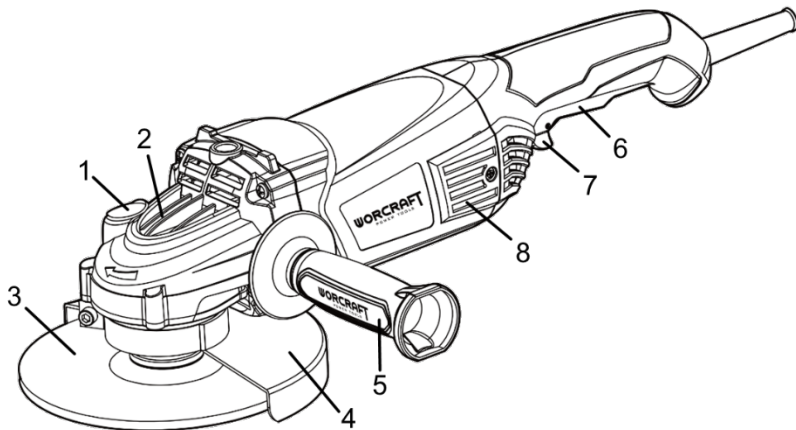
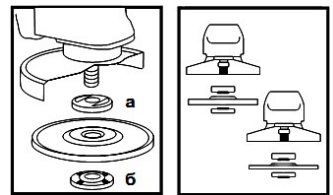

Рисунок 1
Рисунок 2
4.2 Міцно встановіть передню рукоятку (5, рисунок 1) у відповідний різьбовий отвір.
4.3 Встановіть захисний кожух (4, рисунок 1) у потрібне положення, залежно від виду роботи та диска, що використовується.
4.4 Встановіть на виріб шліфувальний або відрізний диск. Для цього натисніть на кнопку блокування шпинделя (1, рисунок 1) і проверніть його до такого положення, при якому він заблокується. За допомогою фланцевого ключа з комплекту постачання, відверніть і зніміть затисну гайку (6, рисунок 2). Встановіть шліфувальний диск на посадкове місце фланцевої шайби (а, рисунок 2), наживіть рукою затисну гайку на шпиндель і затягніть її ключем з комплекту постачання. Відпустіть кнопку блокування шпинделя і переконайтеся в тому, що вона вивільнена, шляхом дво- або триразового натискання. Проверніть диск і впевніться, що шпиндель розблокований. При встановленні диска з утопленим центром завжди розміщуйте його випуклою стороною до фланцевої шайби (дивіться рисунок 2).